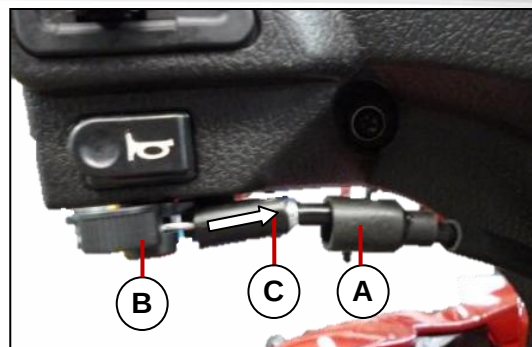

Fig. 8.58
- Hale hacia atrás el cable del choke [C]. **Fig. 8.58**